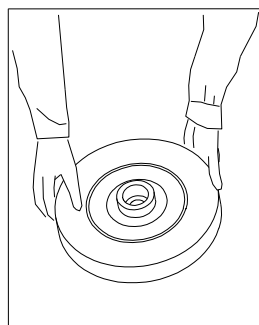

Рис. 6.11.2
(1) Проверьте, имеется ли какая-либо маркировка или наклейки. Установите круг на фланец как на Рис.6.11.2 не нажимайте на круг со слишком большим усилием. Удалите крошки и сколы в отверстии круга, для насаживания его без усилия и сопротивления.